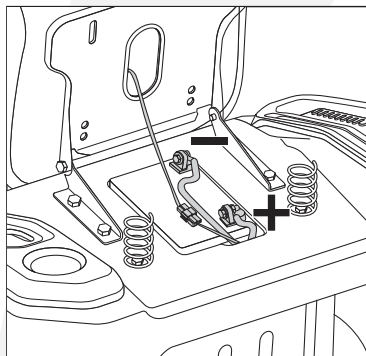

Fig. 32
2. Desconecte los cables NEGATIVOS (-) de la batería primero. (Fig. 32)